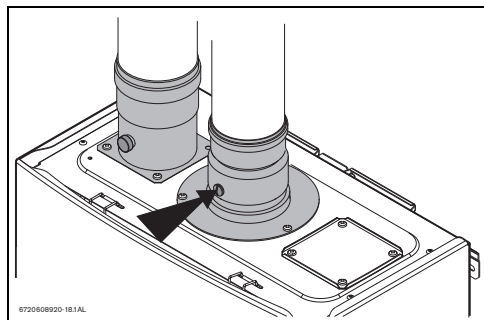

Fig. 38 Punto de medición
- Retirar el tornillo del accesorio de evacuación, consultar la Fig.38.